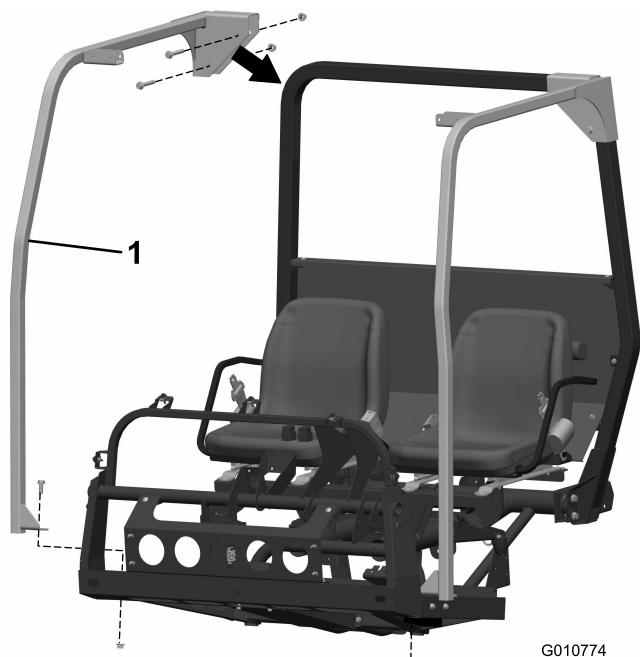

Figura 1
2. Staccate i due bulloni a testa flangiata e i due dadi flangiati che fissano il montante destro del sistema di protezione antiribaltamento (ROPS) al roll bar (Figura 1).